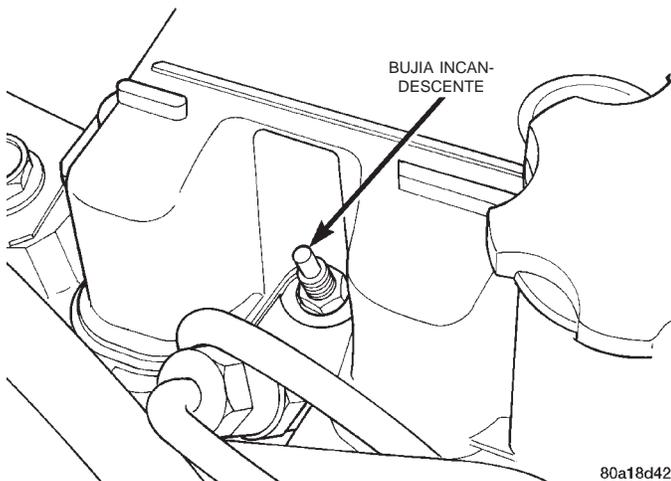

Fig. 27 Bujía incandescente
Las bujías incandescentes se encuentran situadas sobre cada inyector de combustible (Fig. 27). Se usan cuatro bujías incandescentes individuales.
- (4) Retire la bujía incandescente (Fig. 27) de la culata de cilindros.